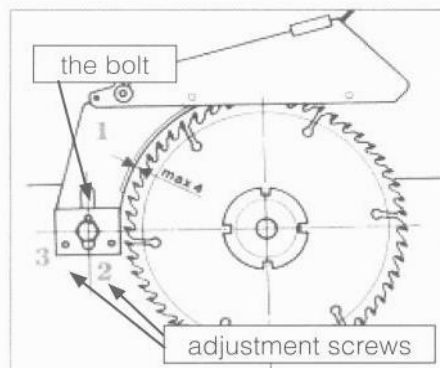

Fig 8
1. Montera alltid klyvkniven (1) tätt intill klingan så att gapet aldrig överstiger 4 mm (fig 8)